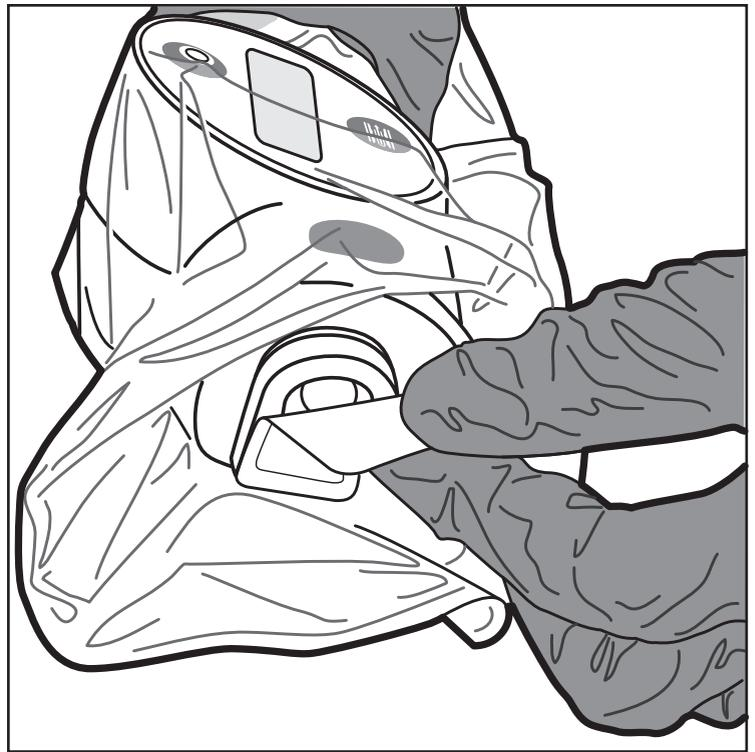

Figure 7. Retrait de l'étiquette
9. Une fois prêt à insérer un cathéter compatible avec l'unité MDU5 PLUS, enlever l'étiquette de la plaque frontale et le jeter de manière appropriée (figure 7).